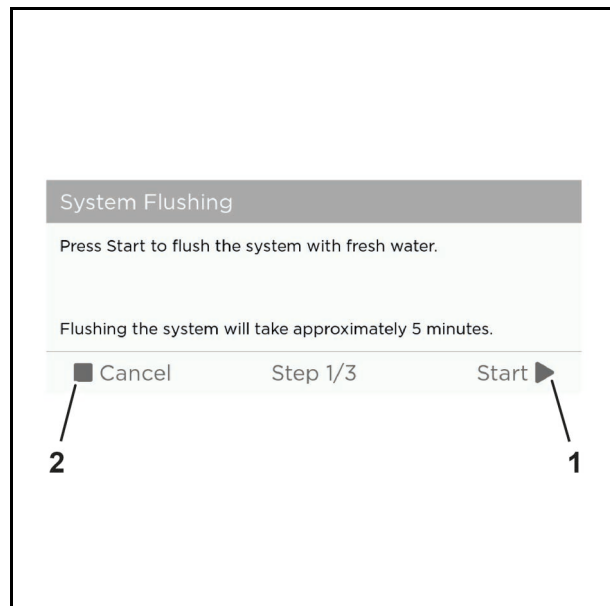

Abb. 53 Beispielgrafik
1. Tippen Sie auf die Schaltfläche "Start" (Abb. 53/1), um mit der Systemspülung zu beginnen oder "Cancel" (Abb. 53/2), um die Systemspülung abzubrechen.